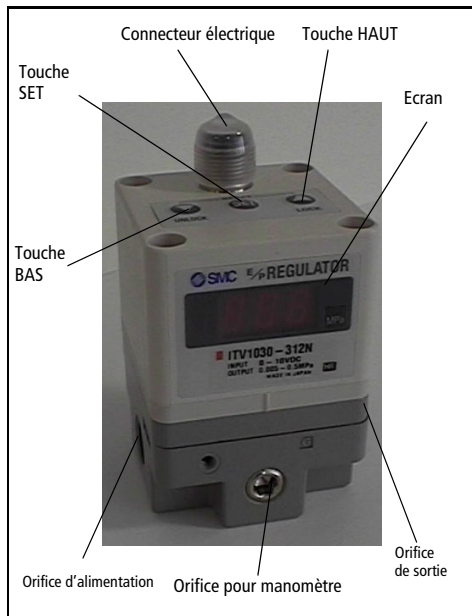

Fig 1 - Caractéristiques principales d'un ITV
Pressez les touches Bas et Haut (Fig 1) ensemble durant plus de 3 secondes. L'écran affiche 'RES'. Relâchez les touches pour réinitialiser les pressions maximale et minimale.
Les touches sont bloquées après avoir connecté la source de courant, et ne peuvent pas être utilisées. L'écran affiche 'Loc' (Fig 1) en pressant les touches.
- 1) Pressez 'Bas' (Fig 1) durant plus de 2 secondes.
- 3) Pressez la touche 'set' (Fig 1) pour débloquer les touches.
- 1) Pressez 'Haut' (Fig 1) durant plus de 2 secondes.
- 3) Pressez la touche 'Set' (Fig 1) pour bloquer les touches.
Note: Pour annuler, pressez la touche 'Bas' (Fig 1).
Si une anomalie est détectée par l'ITV1000, l'écran (Fig 1) affiche 'Er' + un numéro de code. Isoler l'alimentation, résolvez le problème et remettez sous tension.